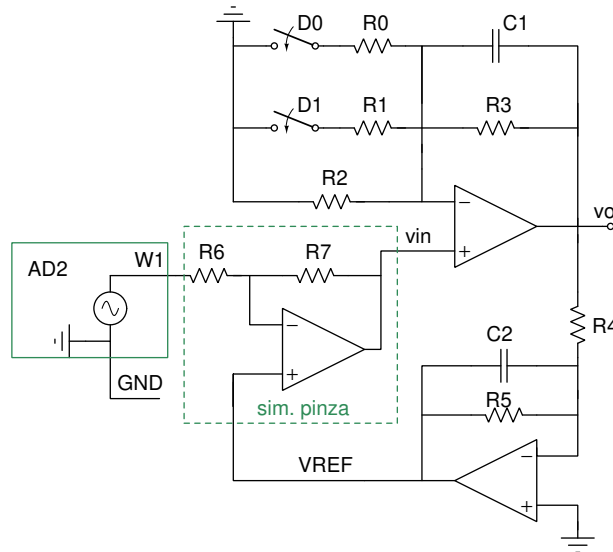

Figura 10. Circuito de test para medir la respuesta en frecuencia de la etapa de acondicionamiento I/V.
1. Implementar el circuito de la Figura 10 (circuito de test) en *LTSpice*.